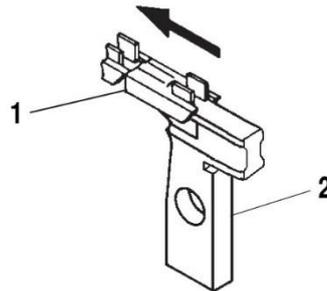

Abbildung 20: Austausch Clipführung 2
- Entfernen Sie die beiden Schrauben und erneuern Sie gegebenenfalls die Clipführung; die Rückseite der Clipführung muss in Richtung Pistolenende zeigen siehe Abbildung 20: Austausch Clipführung 2.